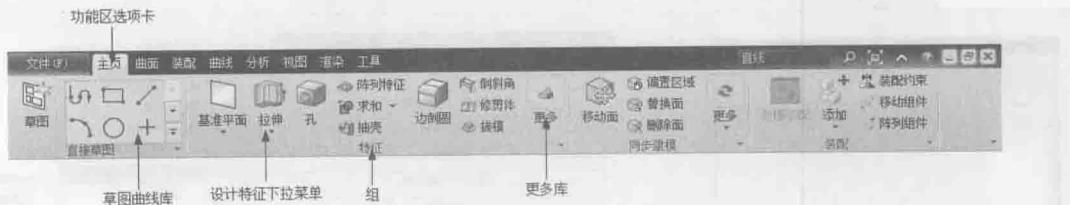

图 1-2 功能区
3. 功能区：用于显示 UG NX 9.0 的常用功能（以主页选项卡为例如图 1-2 所示）。